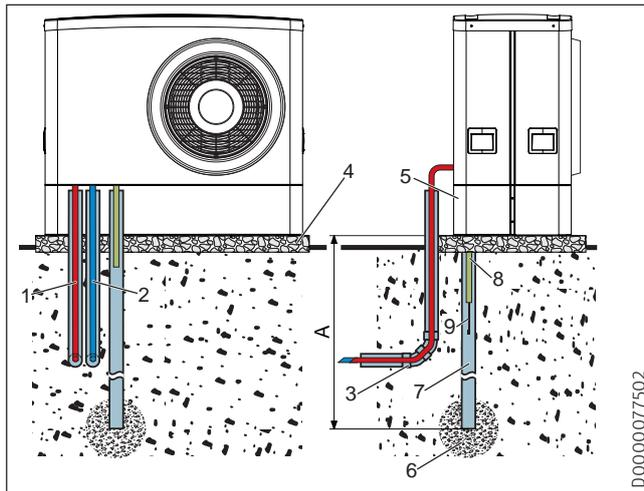
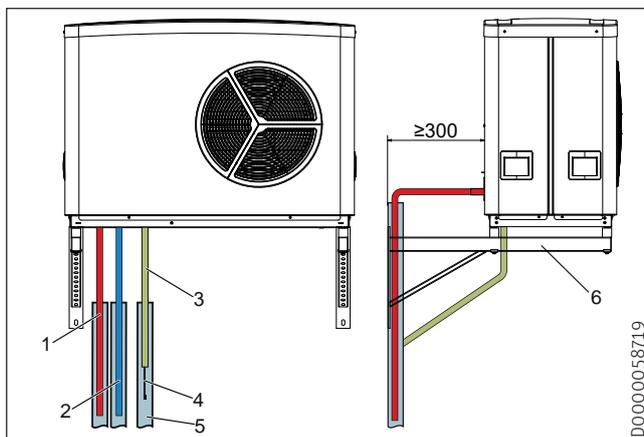

Fig. 11
Fig. 12
- Evacuare l'acqua della condensa attraverso uno scarico antibrina (Fig. 12) oppure predisporre un riempimento di ghiaia grossa per l'infiltrazione della condensa – Fig. 9 o Fig. 11.